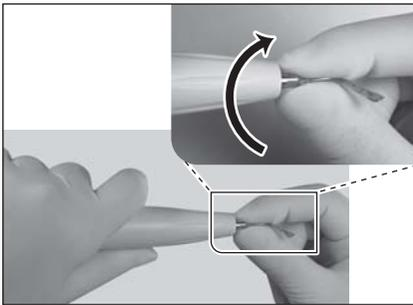

Abb. 19
- 1) Schrauben Sie den Aufsatz zunächst leicht mit Ihren Händen an (Abb. 19).